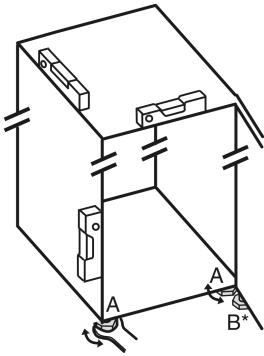

Fig. 4
- ▶ Ξεβιδώστε τα ρυθμιζόμενα πόδια Fig. 4 (A) με το γερμανικό κλειδί που υπάρχει στη συσκευασία και με τη βοήθεια ενός αλφαδιού μέχρι η συσκευή να είναι καλά και οριζόντια ευθυγραμμισμένη.
- ▶ Ξεβιδώστε το ρυθμιζόμενο πόδι Fig. 4 (B) στο στήριγμα με το γερμανικό κλειδί που υπάρχει στη συσκευασία, μέχρι να ακουμπήσει στο δάπεδο.
- ▶ Περιστρέψτε το ρυθμιζόμενο πόδι Fig. 4 (B) άλλες 90°.